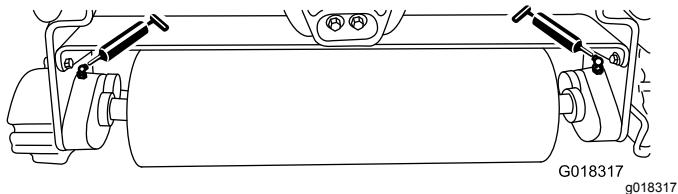

Figura 6
Lubrifique os dois bocais de lubrificação (Figura 6) em cada unidade de triplo-rolo após cada 15 horas de funcionamento utilizando um lubrificante multiusos à de lítio n.º 2. Utilize uma pistola de lubrificação de funcionamento manual para melhores resultados.
2. Aplique lubrificante nos rolamentos do veio do triplo-rolo até sentir pressão (Figura 6).